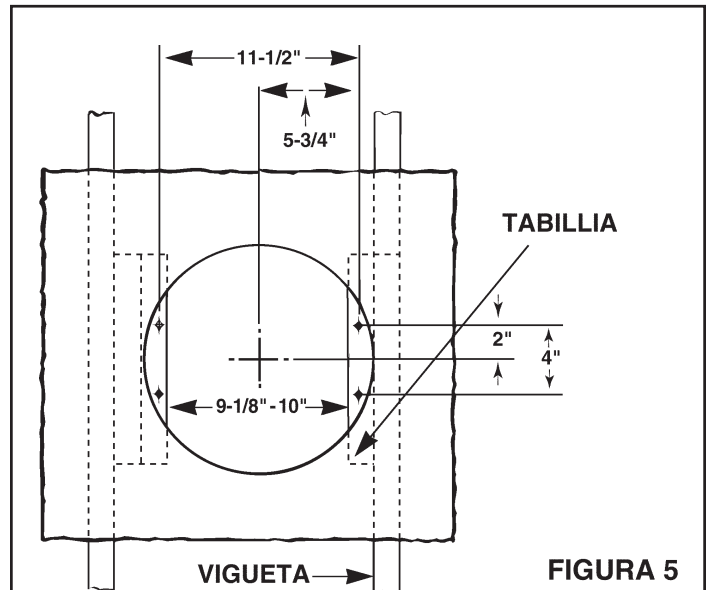

FIGURA 5
7. Refiérase a la **Figura 5**. Instale tablillas de 2 x 4 a ambas viguetas del techo. En algunos casos puede ser necesario utilizar más de una sola tablilla en un lado. La distancia entre las tablillas debe ser al menos de 9-1/8" pero no más de 10".